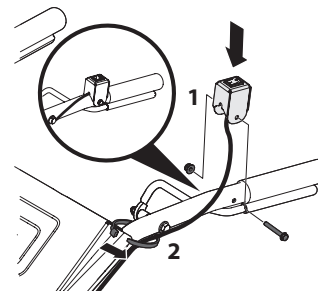

Figure 11
5. Fixez l'interrupteur d'arrêt d'urgence sur la poignée gauche du guidon avec un boulon 10-32 : 1,50 et un écrou autobloquant à bride 10-32. Voir 1 dans la Figure 11.
6. Retenez le fil sur la poignée gauche du guidon, au-dessus de la plaque, avec une attache. Le fil doit passer sur le côté extérieur de la poignée comme indiqué. Il ne doit pas entraver le libre mouvement du levier de commande. Voir 2 de la Figure 11.